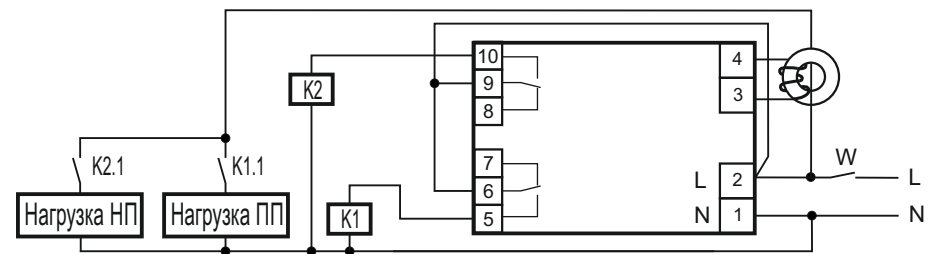

Рис.2. Схема подключения нагрузок к устройству RN 1F-25
- 8.2. Подключите нагрузку к изделию согласно рис. 2. Для этого используйте провод сечением, соответствующим мощности нагрузок. Заземленная нейтраль **N** подключается на контакт 1 изделия, нагрузкам и катушкам контакторов. Фазное напряжение **L** может подаваться через выключатель **W** или напрямую и подключается к контактам 2, 6, 9 изделия и через отверстие в трансформаторе тока на силовые клеммы контакторов. Кроме того, нагрузки **ПП** и **НП** подключаются ко вторым силовым клеммам контакторов, а вторые выводы катушек контакторов подключаются к контактам 5 (**ПП**) и 10 (**НП**) изделия. Трансформатор тока подключается к выводам 3 и 4 изделия.